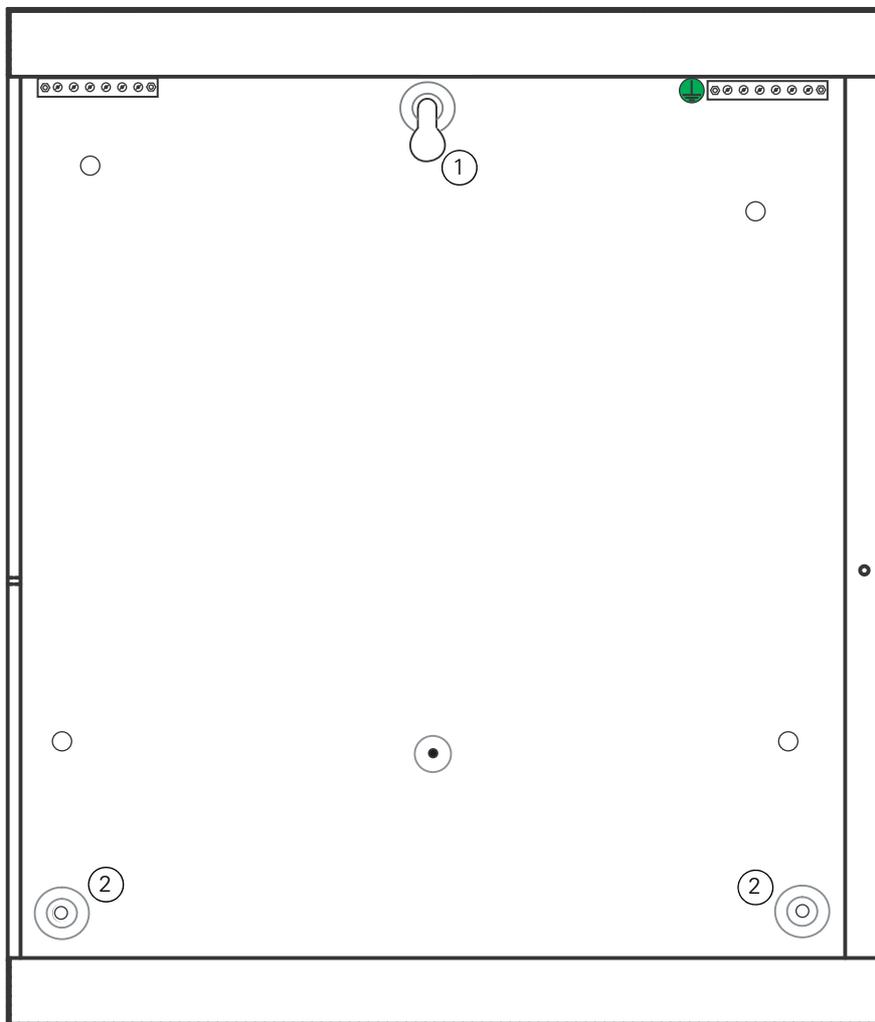

Fig. 13: FIRECLASS 240-2 e 240-4
- 2 Contrassegnare sulla parete la posizione per il foro di montaggio superiore (centrale). Questo foro di montaggio corrisponde alla voce 1 nella fig 13 a pagina 23. Realizzare il foro e occuparlo.
- 3 Inserire una vite per sospendere la custodia dal foro superiore. La custodia può presentare un "foro a serratura", come illustrato nella fig. 13. Questo consente di inserire la vite direttamente nel muro e applicare la custodia sulla vite (invece di avvitare con la custodia in posizione attraverso la parete posteriore).